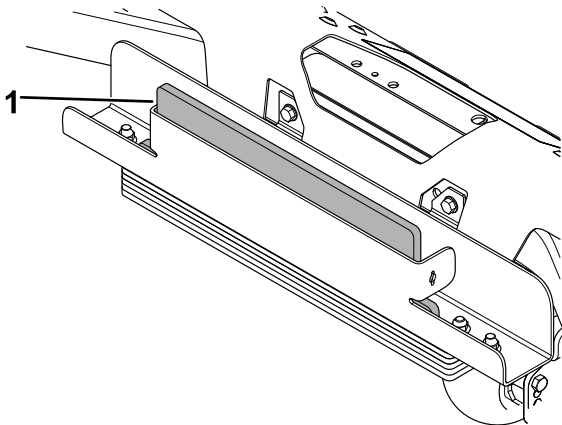

Figure 3
- Montez la plaque à l'avant du logement de la masse (Figure 3).